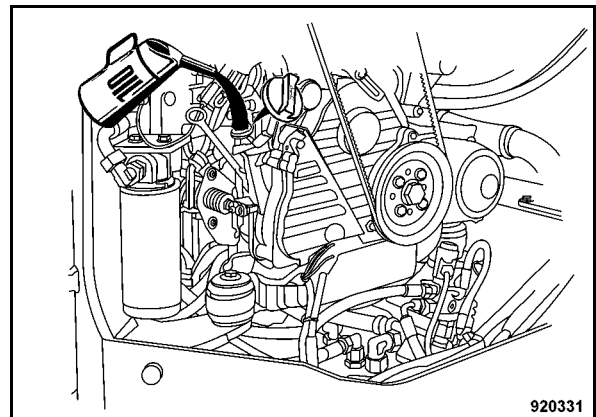

Fig. 137
- Rabboccare olio motore nuovo attraverso il bocchettone di riempimento (Fig. 137).